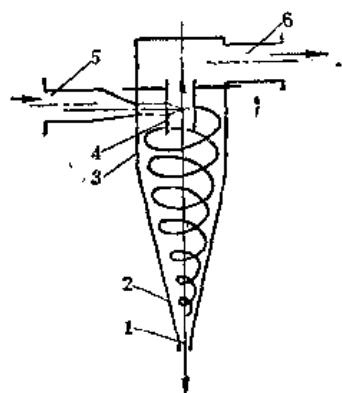

图4-2-7 水力旋流器示意图
(1) 作用 图4-2-7是水力旋流器的示意图。当砂浆经进料口5沿圆柱体3的切线方向进入水力旋流器，造成一个快速旋转的旋流，在离心力的作用下，砂粒被抛向外围，沿螺旋线向下运动，最后经排砂口1排出。在水力旋流器中，砂粒与筒体之间、砂粒与砂粒之间产生强烈摩擦，起到破碎砂团和脱除惰性膜的作用，使旧砂得到再生。